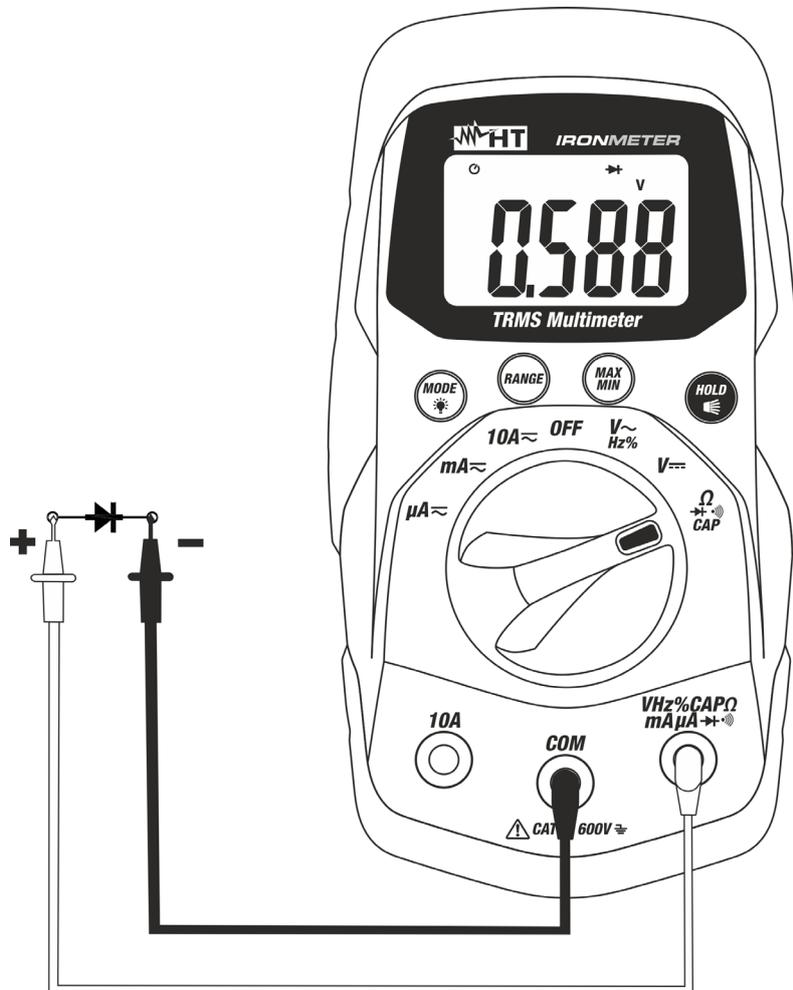

Fig. 6: Uso del instrumento para la Prueba Diodos
4. Posicione las puntas en los extremos del diodo en examen (vea Fig. 6) respetando las polaridades indicadas
7. Si el instrumento muestra el mensaje "OL" los terminales del diodo están invertidos respecto a lo indicado en Fig. 6 o bien la unión P-N del diodo está dañada